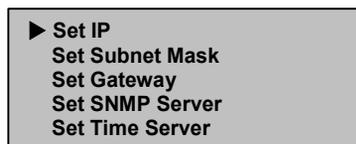

Abbildung 24: SET IP (IP-Adresse festlegen)
5. Scrollen Sie im Untermenü **Ethernet** zur Option **Set IP** (IP-Adresse festlegen). (Siehe Abbildung 24.)
5. Scrollen Sie im Untermenü **Ethernet** zur Option **Set Subnet Mask** (Subnetzmaske einstellen). (Siehe Abbildung 24.)
5. Scrollen Sie im Untermenü **Ethernet** zur Option **Set Gateway** (Gateway festlegen). (Siehe Abbildung 24.)
5. Scrollen Sie im Untermenü **Ethernet** zur Option **Set SNMP Server** (SNMP-Server festlegen). (Siehe Abbildung 24.)
5. Scrollen Sie im Untermenü **Ethernet** zur Option **Set Time Server** (Zeitserver festlegen). (Siehe Abbildung 24.)